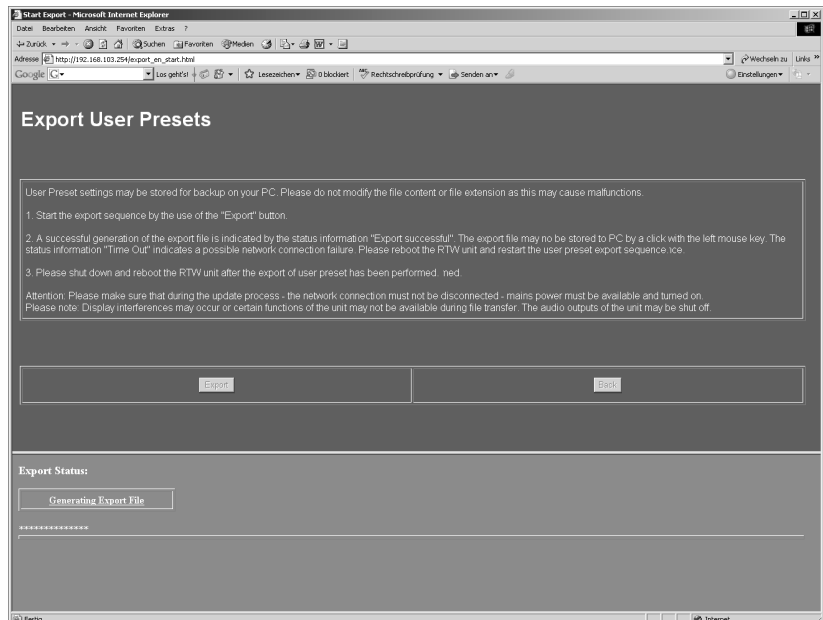

Bild 8-14: Der Export wird durchgeführt
4. Der Export der Anwendereinstellungen beginnt (siehe Bild 8-14). Als Export-Status wird „Generating Export File“ angezeigt und ein gelber Balken zeigt den Fortschritt des Exports an.